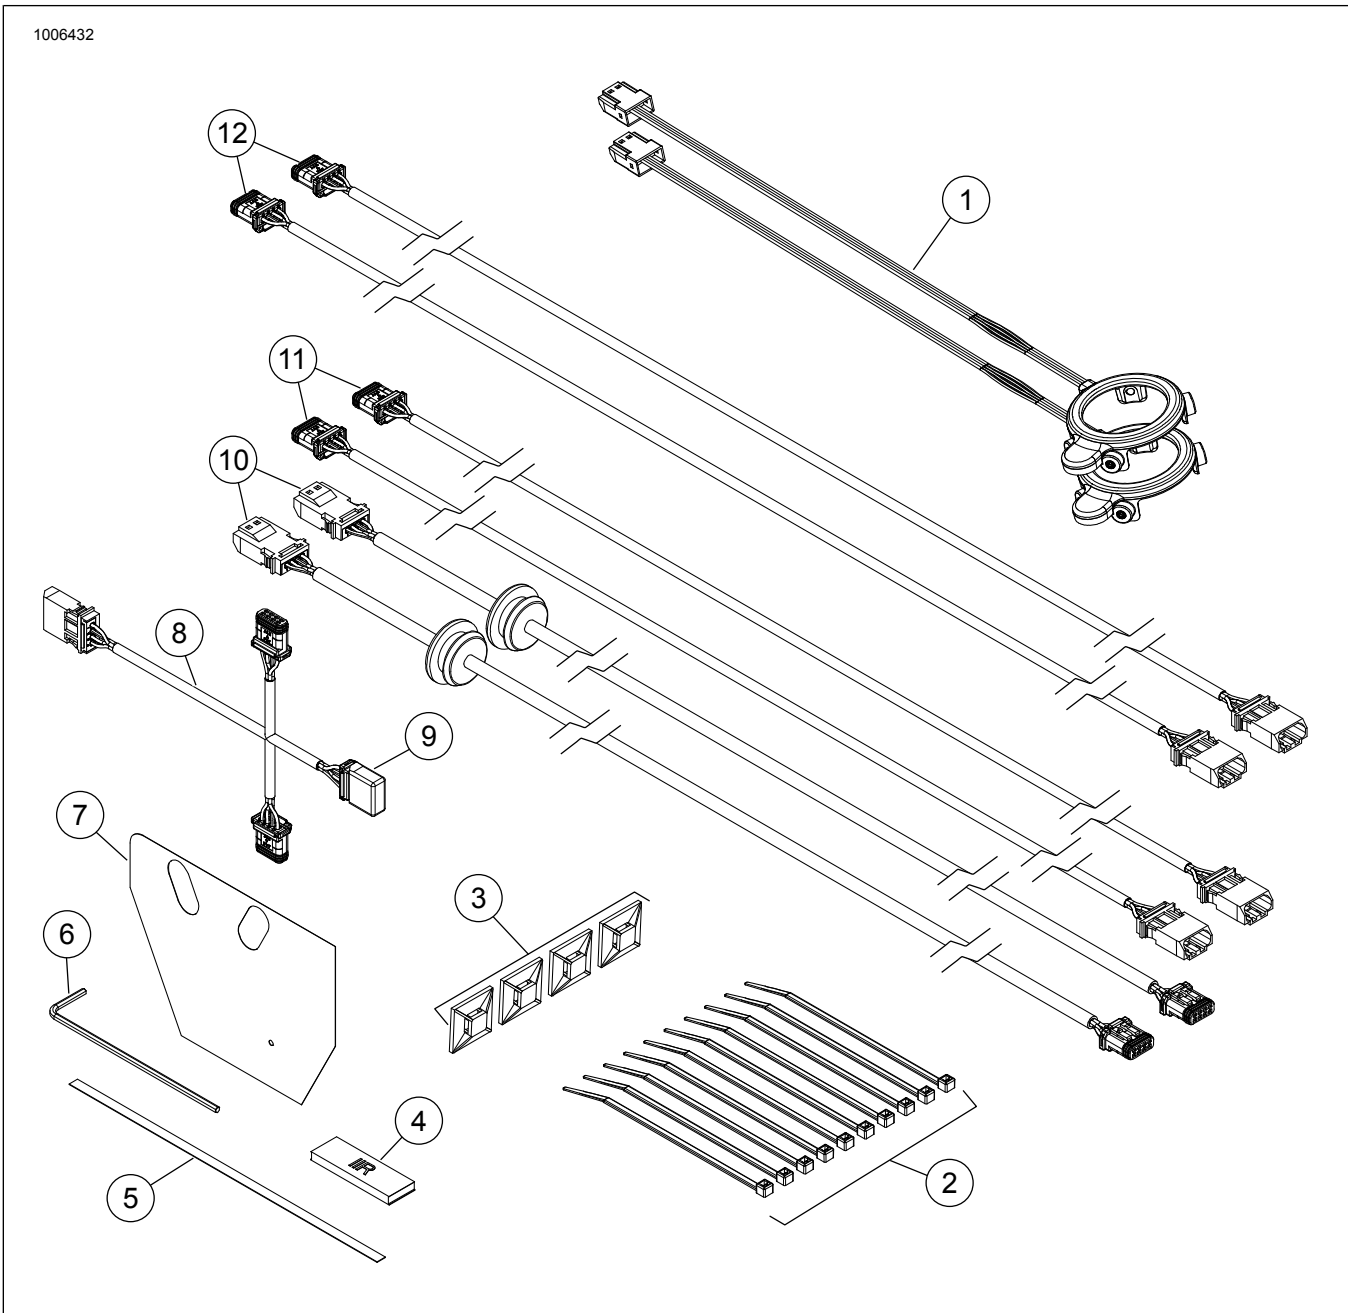

Figure 31. Pièces de rechange, Kits de feux DÉL R/V/B/ de haut-parleur Stage I
Voir la figure 31. et la Tableau 1. Connecter et acheminer le faisceau de 48 po (12) du contrôleur R/V/B DÉL vers les sacoches. Connecter le faisceau trois voies (8) aux connexions du haut-parleur.
Voir la figure 31. et la Tableau 1. Glisser l'œillet d'environ 15 cm (6 po) depuis l'extrémité mâle du faisceau (10).
Voir la figure 31. et la Tableau 1. Connecter et acheminer le faisceau de 48 po (12) du contrôleur R/V/B DÉL vers les haut-parleurs de carrosserie. Connecter le faisceau trois voies (8) aux connexions du haut-parleur.